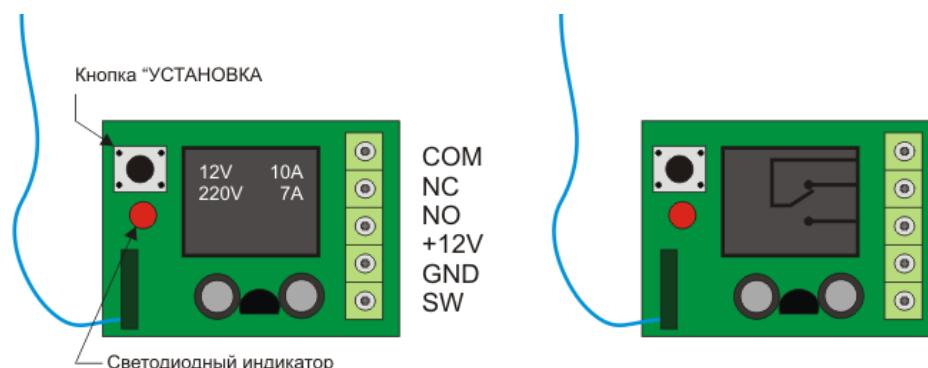

Рис. 1. Схема подключения
**Добавление брелоков.** Чтобы добавить брелока в память устройства, необходимо нажать кратковременно кнопку на плате реле(кнопка УСТАНОВКА, рис.1). После этого необходимо по очереди нажать кнопки на брелоке. Следует соблюдать такую последовательность нажатия: